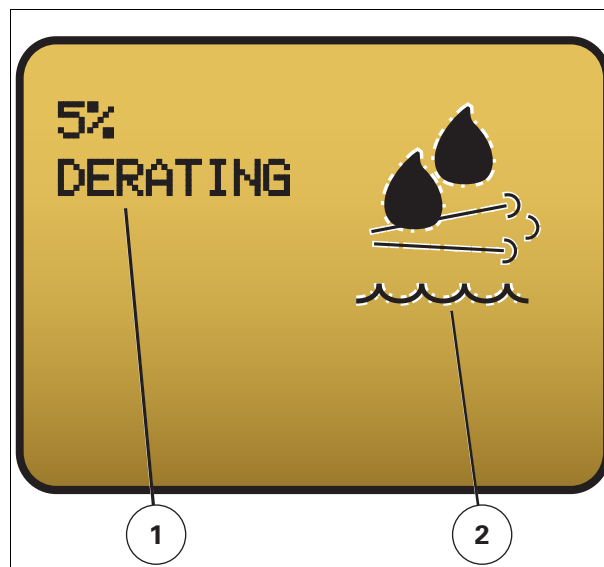

Рис. 8.
- Отображение предупредительного сообщения в Блок управления панели приборов относительно низкого уровня жидкости рис. 8